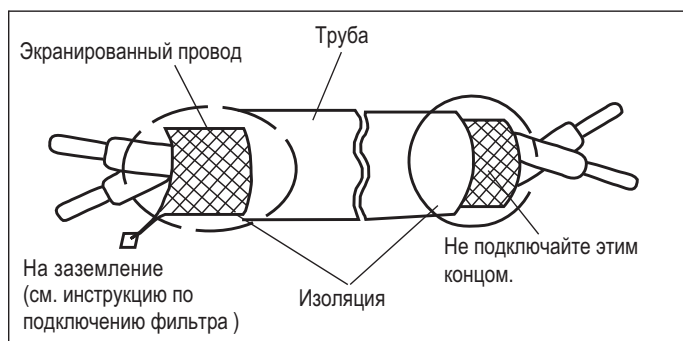

Рис. 8. Зачищенные концы витой пары
- С целью предупреждения воздействия высокочастотных электромагнитных помех, которые могут вызвать нарушение работы ПЧ, цепи управления должны быть экранированы и выполняться с помощью витого кабеля. См. рис. 8. Расстояние подключения не должно превышать 50 метров.